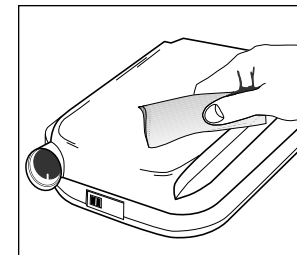

Figure 8
2. Essuyer le coffret avec un chiffon propre et imbibé d'un liquide détergent doux tous les deux ou trois jours afin de garder l'appareil propre **Figure 8**. Ne pas utiliser d'alcool ou de solution à base d'alcool pour nettoyer le coffret. Ces solutions peuvent endommager le plastique. **Laisser sécher le coffret avant de brancher le cordon d'alimentation à la prise de courant murale.**